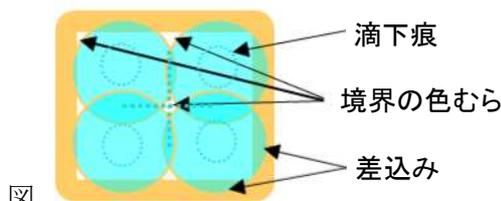

図3 従来方式による課題
高精細・高応答パネルを量産するにあたり、従来方式の液晶滴下装置で高精細パネル用の液晶滴下を行うと、パネル品質上の課題として①液晶材料の広がり不良、真空溜り②色むら、滴下痕③応答性向上等があり、液晶材料を極微量且つ高精度で平坦化塗布できる技術と装置の開発が求められていた（図3）。